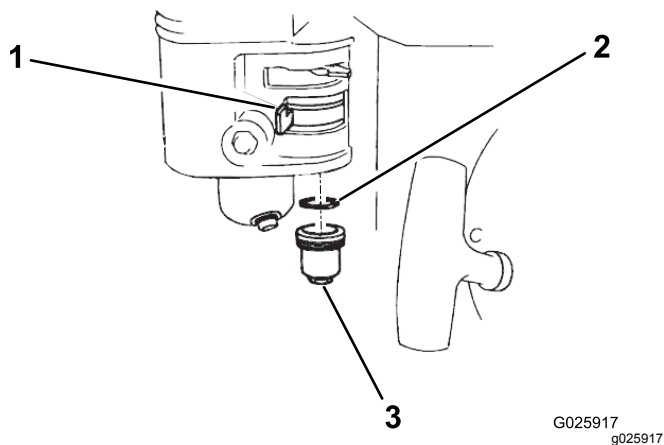

Bild 33
2. Drehen Sie den Kraftstoffhahn in die Aus-Stellung (Bild 33).
3. Entfernen Sie die Kraftstoffsedimentschale und den O-Ring (Bild 33).
6. Legen Sie den O-Ring in den Kraftstoffhahn, und befestigen Sie die Sedimentschale Bild 33. Ziehen Sie die Sedimentschale fest.